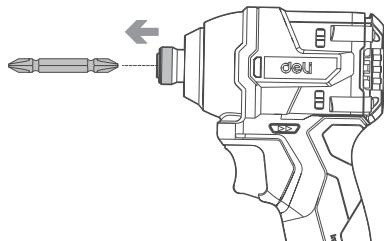

Figura B1
- Al instalar la punta, tire del manguito en dirección de la flecha e inserte la punta completamente hasta el extremo más profundo del manguito. Luego suelte el manguito para asegurar la punta. (Véase la Figura B1)